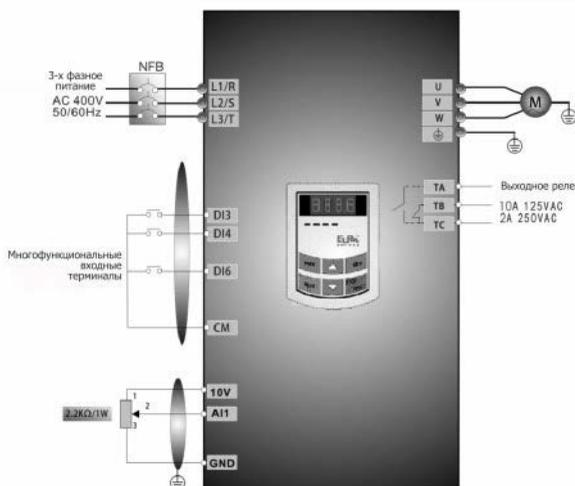

Рис. 5-3 Схема подключения 3
- (1) Подключите провода в соответствии с рис. 5-3. После проверки проводки включите инвертор.